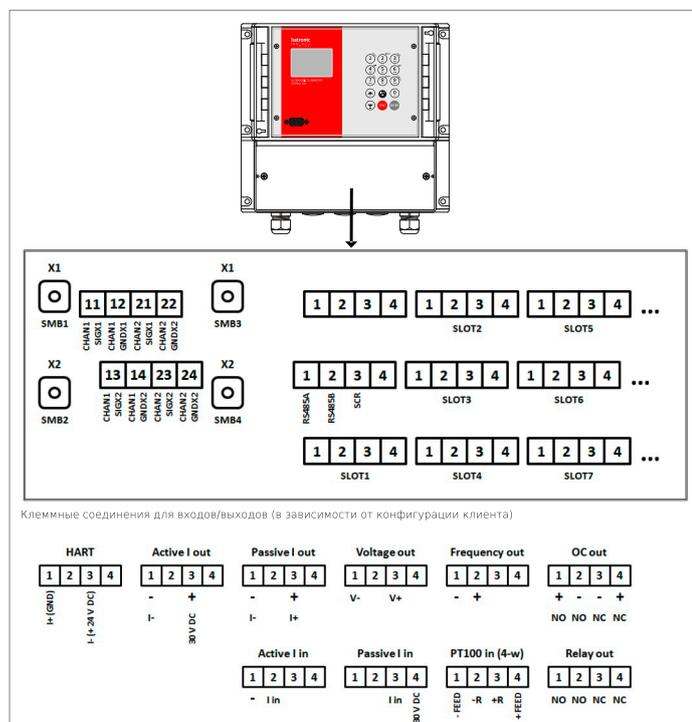

Рис. 6. Назначения клеммных соединений
- Подключите прилагающиеся температурные датчики PT100 к соединениям, показанным снизу (Рис. 6).
- В иллюстрации слева (Рис. 6) приводится обзор назначения винтовых клемм.